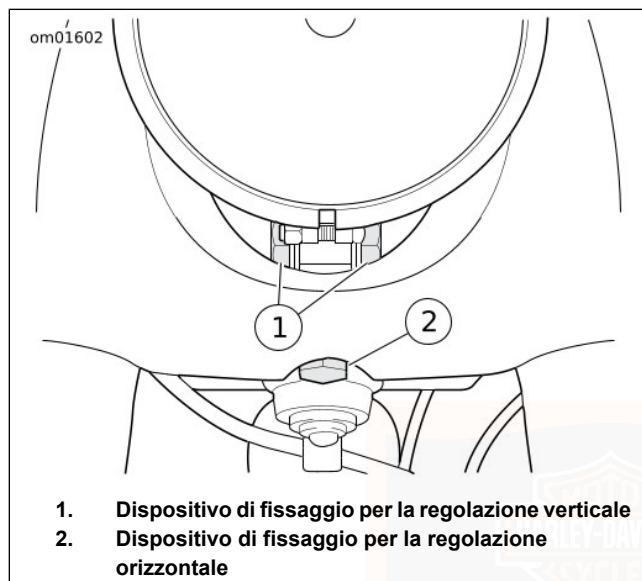

Figura 45. Regolazione del faro anteriore
1. Vedere Figura 45. Allentare il dispositivo di fissaggio per la regolazione orizzontale (2). Rivolgere il faro anteriore a destra o a sinistra in modo da dirigere il fascio di luce direttamente in avanti.